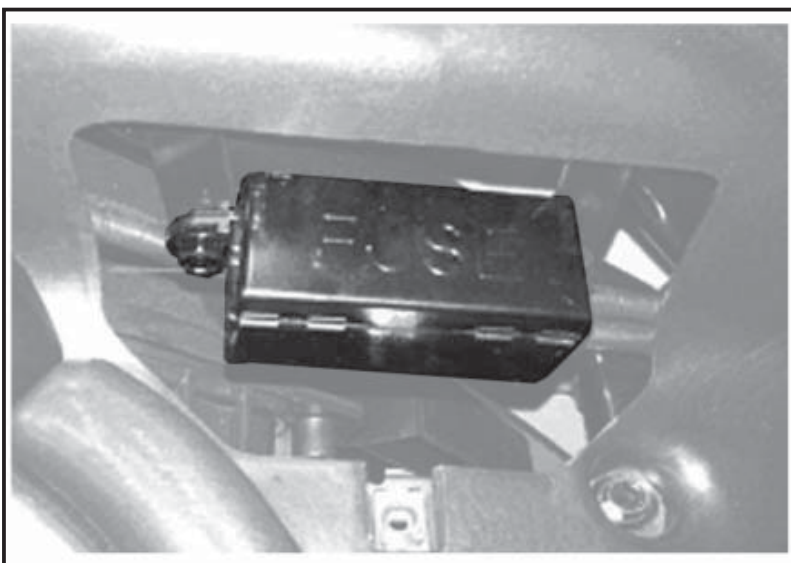

Fig. 01
6.9 BOITE A FUSIBLES (Fig. 01)